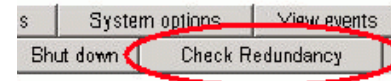

Abbildung 2 Überprüfen der Redundanz
2. Klicken Sie auf der Seite Initialized Storage System Properties [Initialisierte Speichersystemeigenschaften] auf **Check Redundancy** [Redundanz überprüfen]. Siehe Abbildung 2.